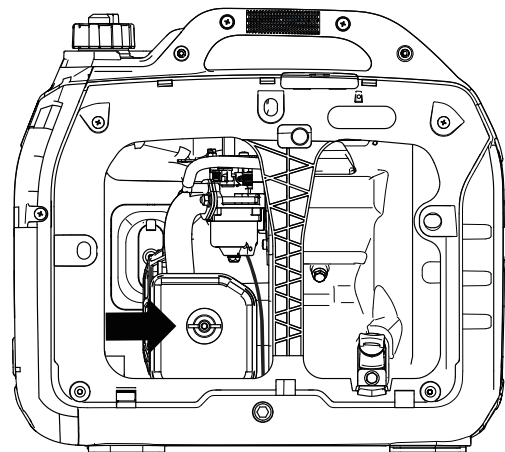

Figura 14: Destornille la cubierta del filtro de aire
3. Destornille la cubierta del filtro de aire e incline la cubierta hacia abajo (vea la Figura 14).